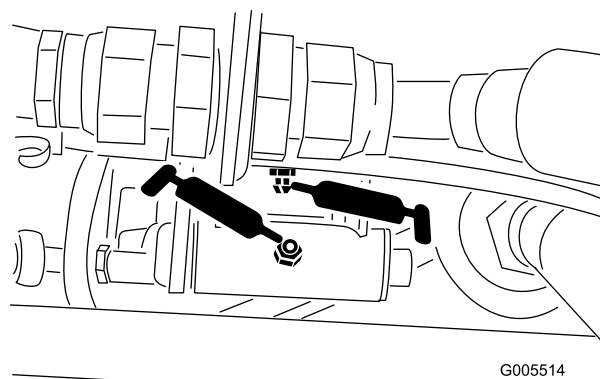
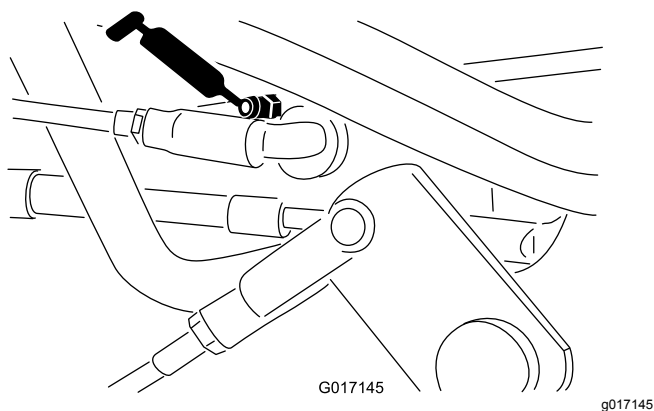

Figura 42
Figura 43
- Articulação do seletor de velocidade (Figura 42 e Figura 43)